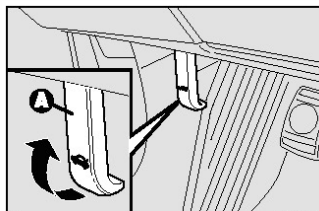

рис.98
- Потянуть рычаг **A** - **рис. 98**, до щелчка;